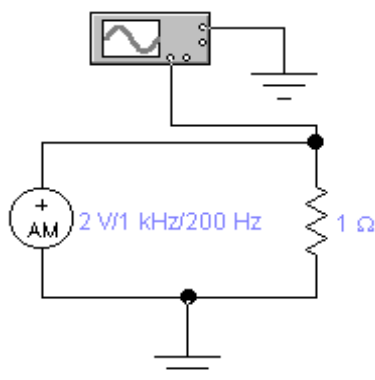

Рис. 19. Схема исследования амплитудно-модулированных колебаний
1. Собрать схему (Рис.19): к резистивной нагрузке подключить источник АМ – сигнала.